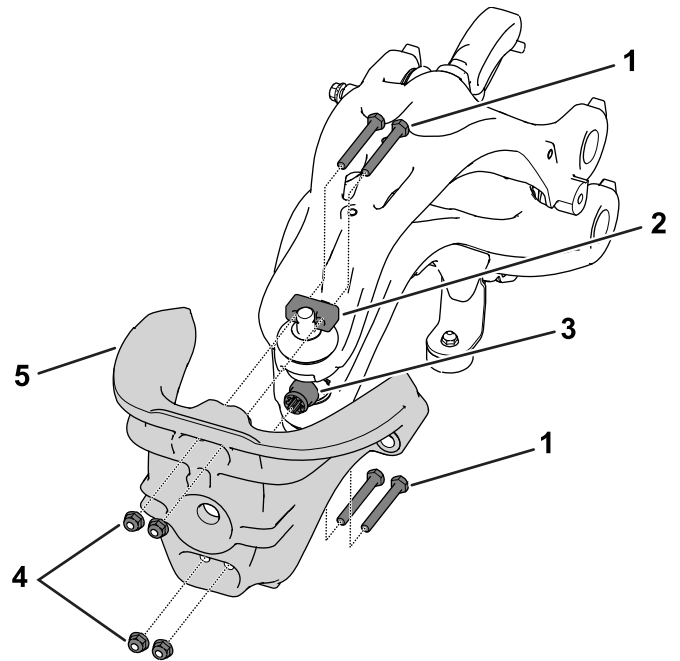

Figura 3
3. Rimuovete i bulloni a testa esagonale (5/16" x 2 1/2"), i dadi (5/16") e le fascette stringitubo che fissano la testa di sterzo alla sospensione (Figura 3).
4. Rimuovete il gommino scanalato in plastica dalla testa di sterzo (Figura 3).
6. Utilizzate la bulloneria che avete rimosso al passaggio 3 per installare la testa di sterzo sulla sospensione (Figura 3).